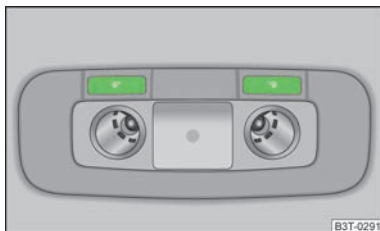

Fig. 41
- Appuyez sur les commutateurs  » fig. 41 pour allumer ou éteindre les liseuses.